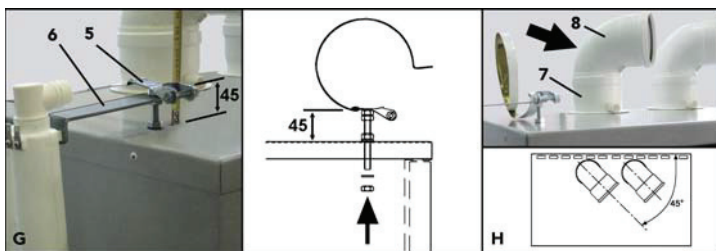

рис. 35
- G** Установите опорные фланцы коллекторов "5" используя предусмотренные для этой цели отверстия в верхней части модулей. При установке фланца на первый модуль должен быть соблюден размер 45 мм. (см. рамку "G" рис. 35). Вышеуказанный размер необходимо увеличить на 5 мм для каждого из следующих модулей, чтобы угол наклона коллектора дымовых газов соответствовал размеру, указанному на рис. 32. На фланец первого модуля установите опорный кронштейн сифона для слива конденсата "6".
- H** Установите на патрубки "7" колена папа-мама 90° "8", в положении под углом 45° по отношению к модулю (см. рамку "H" рис. 35). При установке одного модуля **ECONCEPT 51/51i** используйте только одно колено 90° и пробку, имеющуюся в базовом комплекте.